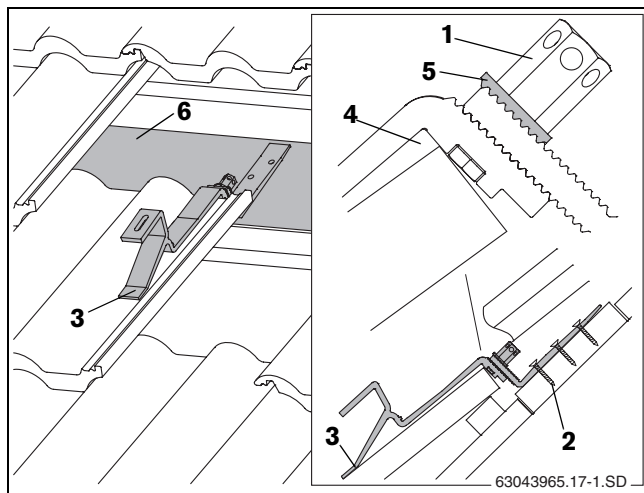

Bild 40 Montierter Dachhaken (zur besseren Ansicht sind einige Pfannen nicht dargestellt)
- Abstützung vorne so auf die Pfanne legen, dass sie bei Belastung in einem Wellental aufliegt (→ Bild 40, [3]). Der Dachhaken muss dabei an der Pfannenoberkante etwas Spiel haben (→ Bild 40, [4]).
- Dachhaken soweit herunterschieben, bis er auf dem Sparren bzw. auf den Brettern/Bohlen (→ Bild 40, [6]) aufliegt.
Die verzahnte Unterlegscheibe (→ Bild 40, [5]) muss in die Verzahnung des Dachhaken-Unterteils greifen.
- Lange Sechskantmutter (→ Bild 40, [1]) anziehen. Hierzu den Schlüssel SW5 in das Loch der Sechskantmutter stecken und drehen.
- Dachhaken-Unterteil mind. im ersten (→ Bild 40, [2]) und zweiten Loch mit geeigneten Schrauben am Sparren befestigen.